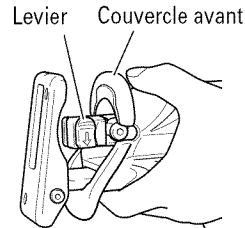

Fig. 2
- (1) Allumer puis éteindre l'interrupteur-gâchette plusieurs fois de suite de façon que le levier puisse sortir complètement du couvercle avant. (Fig. 2)
- (1) Allumer puis éteindre l'interrupteur-gâchette plusieurs fois de suite de façon que le levier puisse sortir complètement du couvercle avant (Fig. 2). Ensuite, couper l'interrupteur et débrancher le cordon d'alimentation.
- Ne pas retirer le couvercle avant (voir la Fig. 2). Bien tenir le corps de l'outil par le haut du couvercle avant.